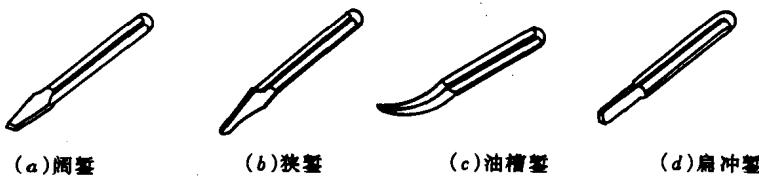

图 1-10 常用錾子
- (1) 手锤 铣工常用的敲击工具，由锤头、木柄和楔子组成。
(2) 錾子 錾削工件的工具，用碳素、工具钢(T 7A 或 T 8A)经锻打成形后再进行刃磨和热处理而成，铣工常用錾子如图 1-10 所示。